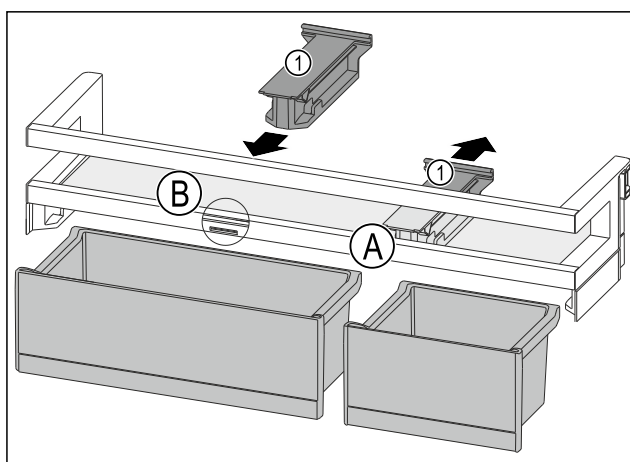

Fig. 154
- Držák Fig. 154 (1) v poloze Fig. 154 (A) stáhněte dozadu.
- Držák Fig. 154 (1) vložte v poloze Fig. 154 (B).